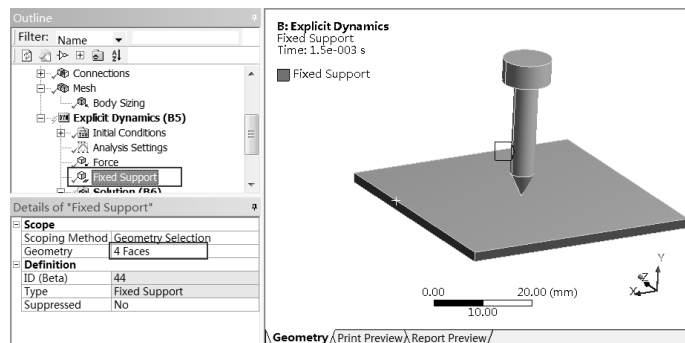

图 11-26 设置约束
Step6 : 单击工具栏中的  (选择线) 按钮 , 然后选择长方体的四个侧面 , 操作如图 11-26 所示。